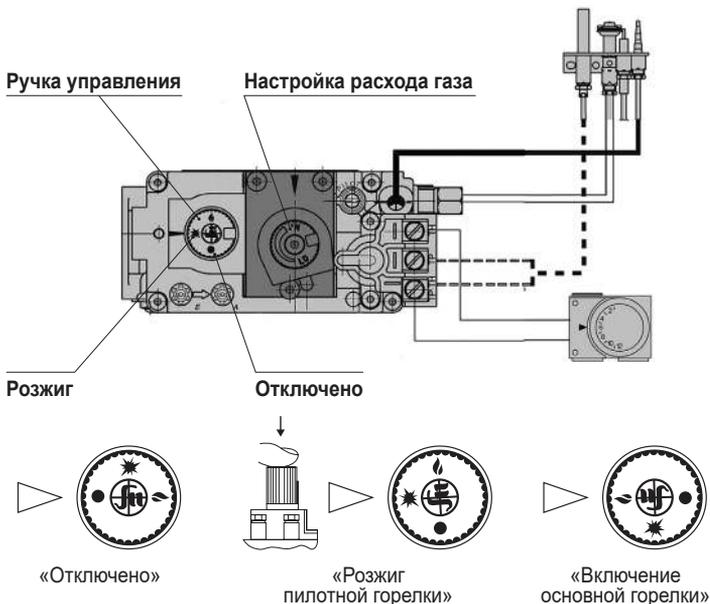

Рисунок 10
- Установить ручку газового блока в положение «Отключено» (см. рис. 10)
ВНИМАНИЕ! для повторного розжига котла **НЕОБХОДИМО УСТАНОВИТЬ РУЧКУ В ПОЛОЖЕНИЕ «ОТКЛЮЧЕНО»** (см. рис. 10), **А ТОЛЬКО ЗАТЕМ ПОВЕРНУТЬ РУЧКУ ГАЗОВОГО БЛОКА В ПОЛОЖЕНИЕ «РОЗЖИГ».**
Регулировка осуществляется вращением винта настройки расхода газа (рис. 10). Допускаемый диапазон выходного давления составляет 700...950 Па для природного газа.